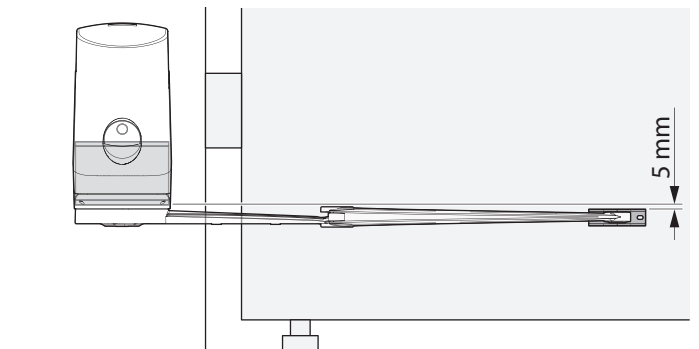

Fig. 4
⚠ ATENÇÃO! – Antes de fixar o suporte traseiro, verificar que a zona de fixação do suporte dianteiro esteja em uma zona sólida da folha, pois este suporte deverá ser fixado a uma altura diferente da suporte traseiro (Fig. 4).
02. Determinar a altura em que colocar o suporte dianteiro, consultando a **fig. 4**;